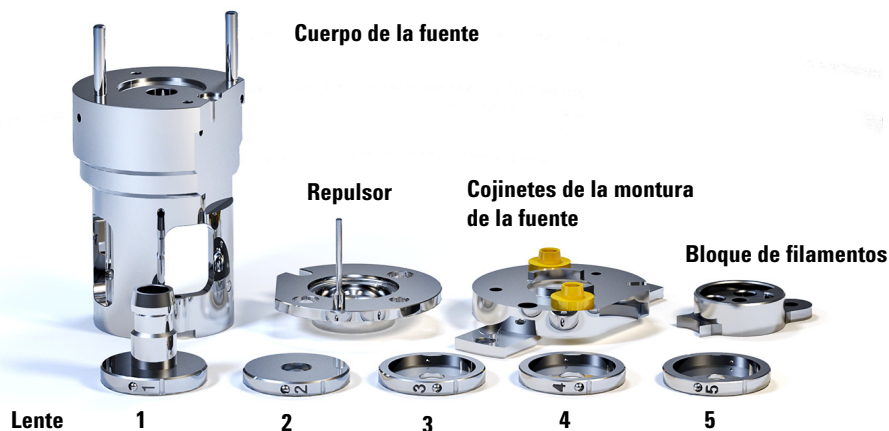

Figura 47 Piezas de la fuente El HES que deben limpiarse
- 2 Reúna las siguientes piezas para limpiarlas, si está limpiando la fuente EI HES (consulte la Figura 47 en la página 166):
- Lente extractora (5)
- Lente posextractora 1 (4)
- Lente posextractora 2 (3)
- Lente de enfoque iónico (2)
- Lente de entrada alargada (1)